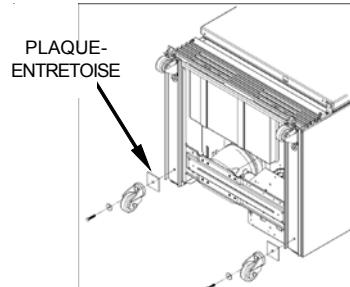

Figure 7
- Ensuite, insérez le même boulon dans le trou de l'espacer en métal, puis dans le trou arrière du rail de roulette (Fig. 7).